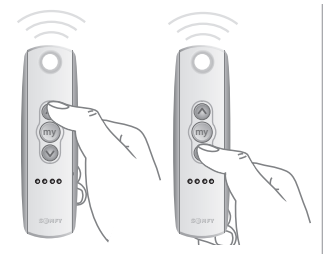

Fig. 3
b. Con los botones ARRIBA (▲) o ABAJO (▼), abra o cierre el recubrimiento de la ventana. Si se necesita una posición específica, presione brevemente el botón (de detención) “MY” (MI) (●) para detener el recubrimiento de la ventana una vez que se alcance la posición. (Fig. 3).